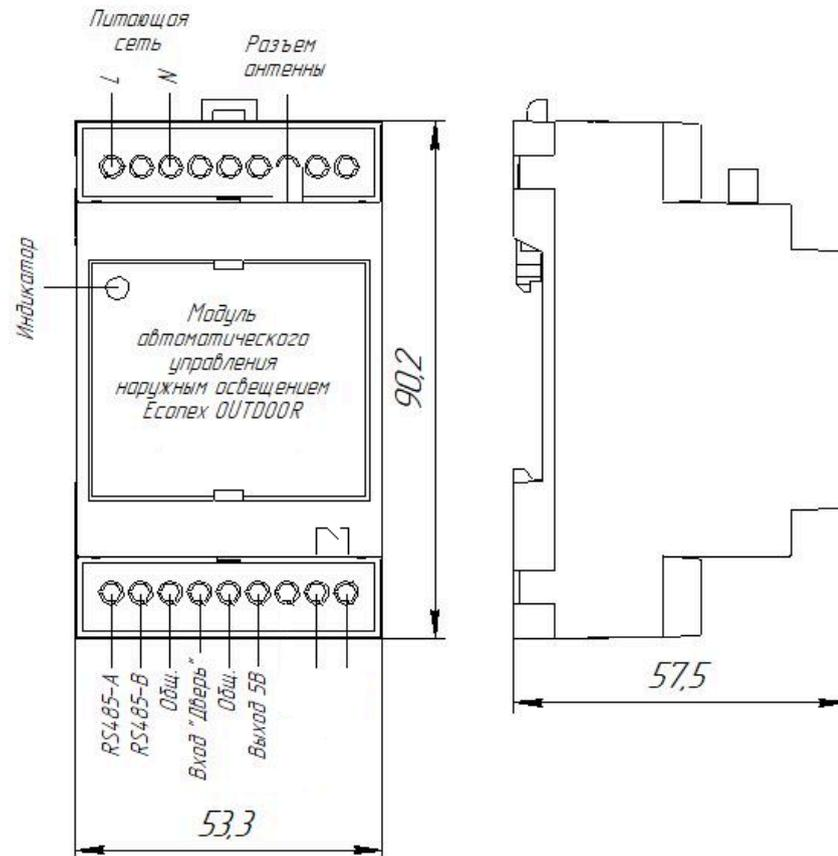

Рисунок 1. Габаритный чертеж и расположение контактов
3.2. Для работы модуля необходима внешняя антенна GSM подключенная к разъему (см. рис. 1). В случае использования пластикового щита, антенна может быть расположена внутри.